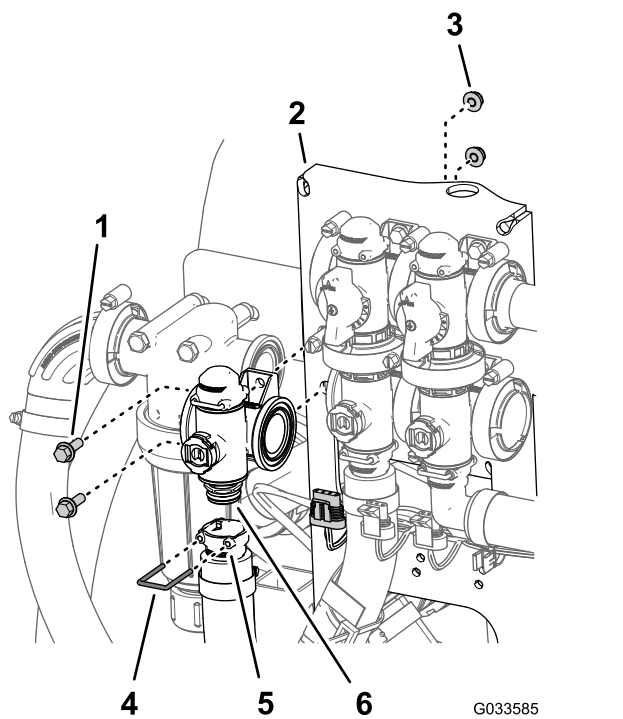

**Figura 113**
1. Retire os grampos e as juntas que prendem o coletor da válvula de controlo de aplicação (Figura 113) ao filtro de pressão e válvula de agitação.